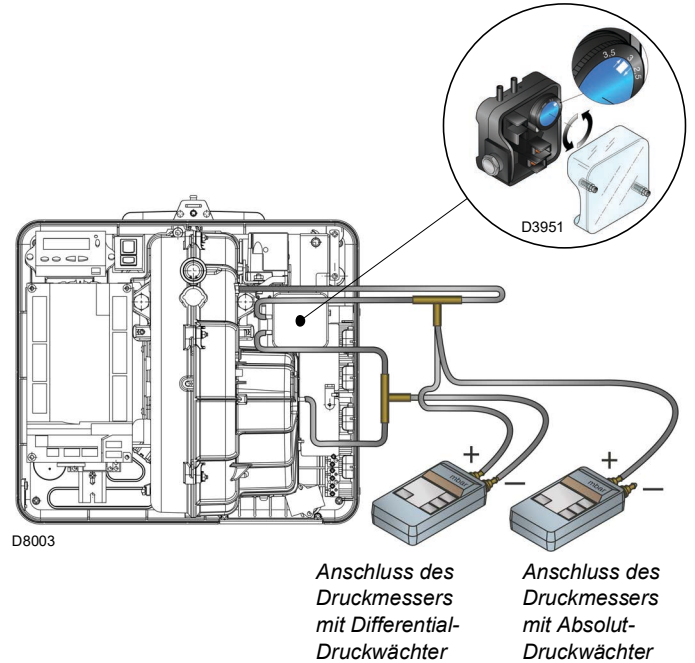

Abb. 29
- Regeln Sie den Luftdruckwächter (Abb. 29 auf Seite 32) auf den Skalenanfang.
Die Einstellung des Luftdruckwächter (Abb. 29) nach Durchführung aller anderen Einstellungen des Brenners mit auf erster Stufe eingestelltem Luftdruckwächter ausführen.
Der Anschluss des Druckmessers ist in Abb. 29 angeführt. Die Standardkonfiguration ist die des absolut angeschlossenen Luftdruckwächters. Man beachte das Vorhandensein eines nicht mitgelieferten "T"-Anschlusses.
Bei einigen Anwendungen mit starkem Unterdruck verhindert der Anschluss des Druckwächters dessen Umschalten. In diesem Fall ist es notwendig, den Druckwächter differential anzuschließen, indem eine zweite Leitung zwischen Luftdruckwächter und Saugleitungsöffnung des Gebläses angebracht wird. Dann muss auch der Druckmesser differential angeschlossen werden, d.h. wie in Abb. 29 gezeigt.